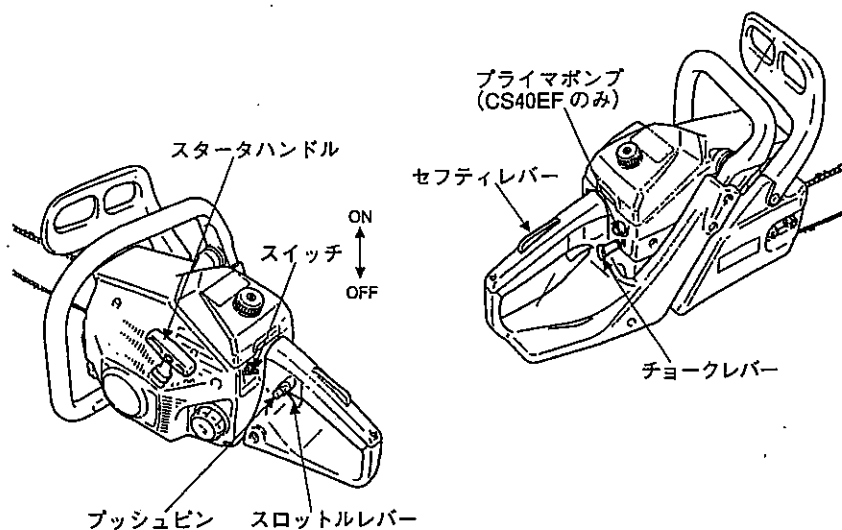

図 17
- (2) スイッチをON(入)にします。(図17)
- (3) スロットルレバーを次の順序で中間開度に固定します。(図17)
- ① セフティレバーを押す。
- ② スロットルレバーを引く。
- ③ プッシュピンを押す。
- ④ スロットルレバーとセフティレバーを離す。
- (4) チョークレバーを引きます。(図17)
- (5) CS40EFについては、プライマポンプを数回押し、燃料がプライマポンプ内に入ったことを確認します。
スロットルレバーを戻して、エンジンの回転を低速に落とします。次にスイッチをOFF(切)側に倒すとエンジンが停止します。(15ページの図17参照)